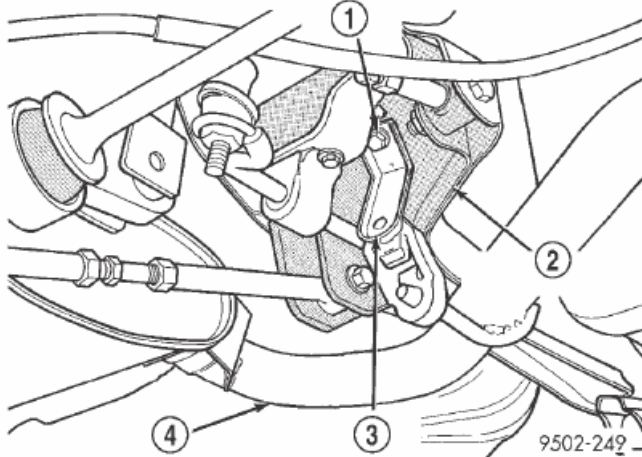

Рис. 17 ПОДВЕСКА ВЫХЛОПНОЙ ТРУБЫ У ПОПЕРЕЧНОЙ БАЛКИ ЗАДНЕЙ ПОДВЕСКИ
(5) Демонтировать задний кронштейн подвески выхлопной трубы с поперечной балки задней подвески (рис. 17). Как можно ниже опустить систему отвода отработавших газов.
(10) Установить заднюю подвеску выхлопной трубы на поперечную балку задней подвески (рис. 17).